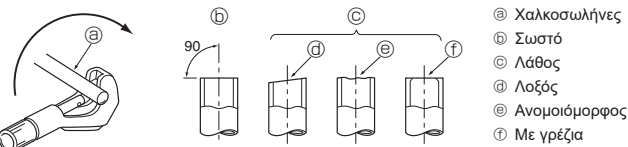

Fig. 5-2
5.3.1. Κοπή σωλήνων (Fig. 5-2)